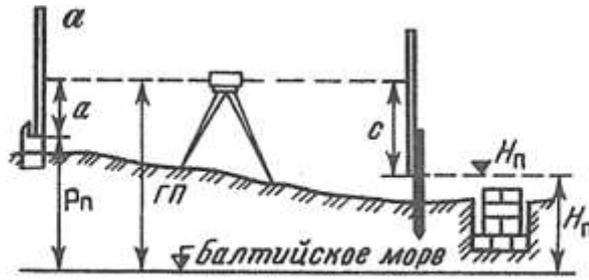

Рис. 1. Схема разбивки и контрольных высот фундамента
5. Выставьте проектную высоту верха фундамента на обноске (рис. 1), если высота репера $P_n = 74,537$, отсчет по рейке $a = 0719$, проектная высота фундамента $H_n = 73,408$.